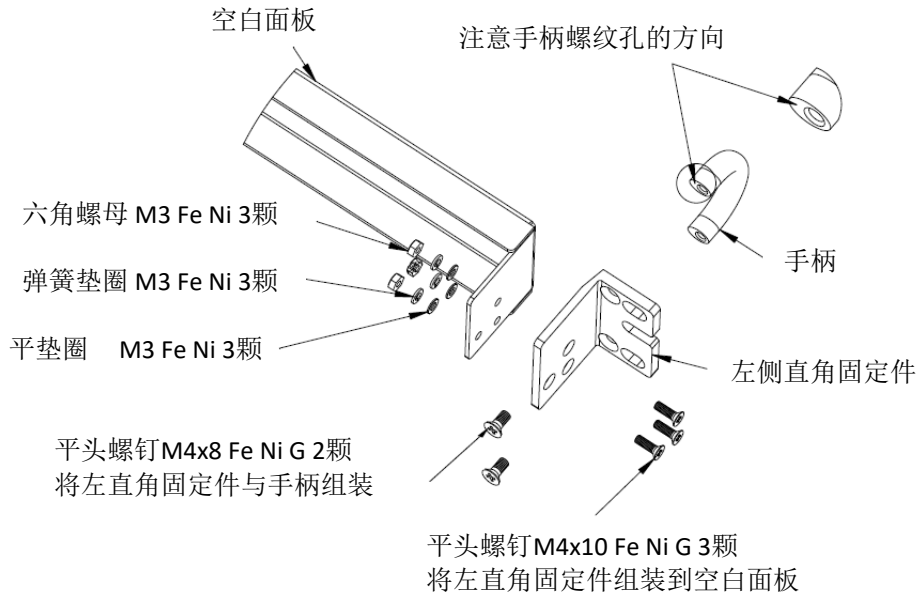

图 4-2: 左侧直角固定件组装到空白面板
1. 将手柄组装到左侧直角固定件，然后将直角固定件组装到空白面板，如图 4-2 所示。